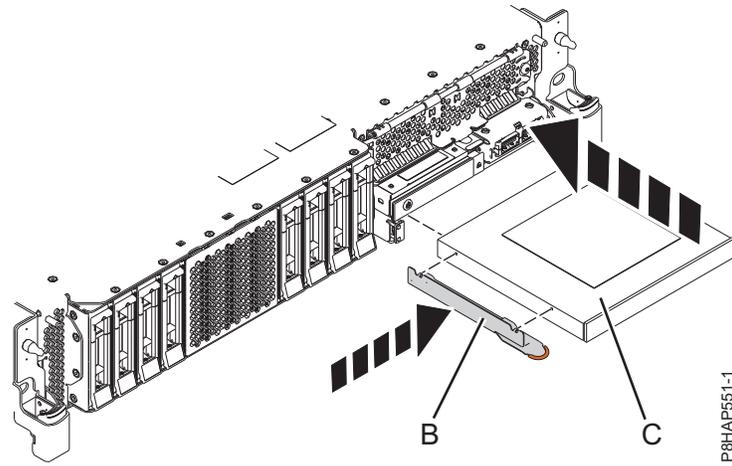
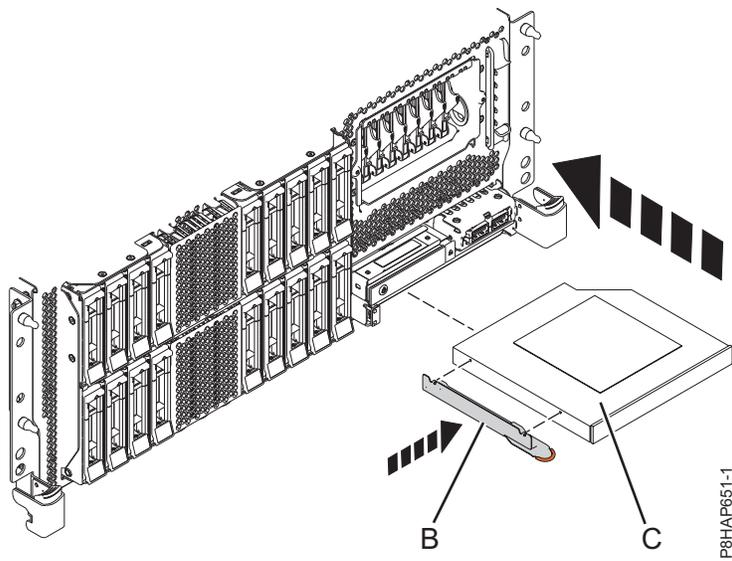
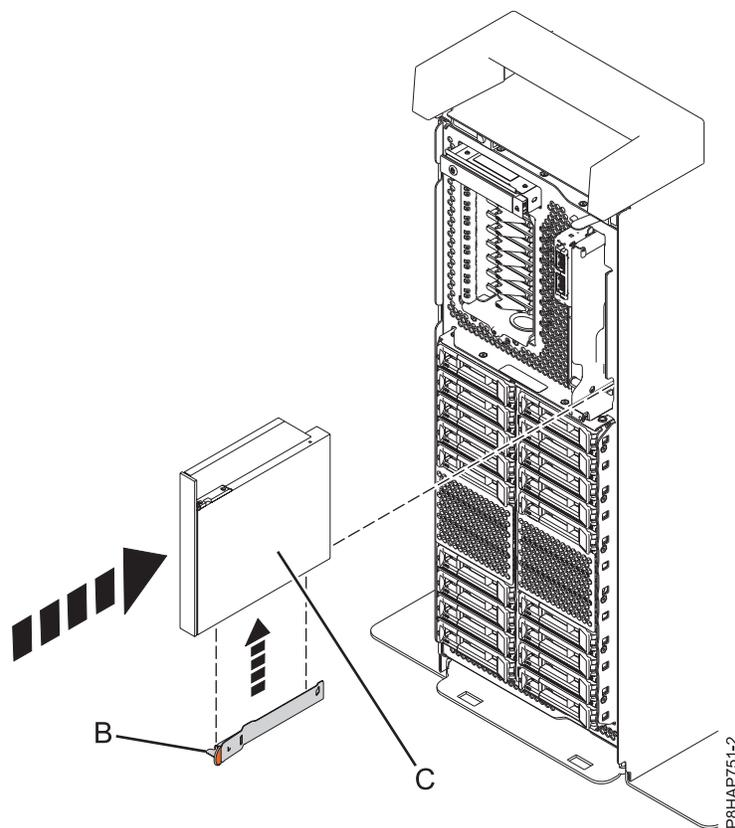

Figura 6. Instalar um Dispositivo de suporte Slimline num sistema 8284-21A ou 8284-22A
Figura 7. Instalar um Dispositivo de suporte Slimline num sistema montado em bastidor 8286-41A ou 8286-42A
Figura 8. Instalar um Dispositivo de suporte Slimline num sistema autónomo
5. Anexe o suporte de fixação (B) ao novo Dispositivo de suporte Slimline, conforme demonstrado em Figura 6 na página 11 para um sistema 8284-21A ou 8284-22A, Figura 7 na página 11 para um sistema 8286-41A ou 8286-42A ou Figura 8 na página 12 para um sistema autónomo 8286-41A.
6. Alinhe o dispositivo de suporte Slimline (C) com o compartimento do suporte e apoie a parte inferior do dispositivo enquanto o desliza até estar meio dentro do sistema.
Para um sistema 8284-21A ou 8284-22A, consulte Figura 6 na página 11, para um sistema montado em bastidor 8286-41A ou 8286-42A, consulte Figura 7 na página 11 ou para um sistema autónomo 8286-41A, consulte Figura 8 na página 12.